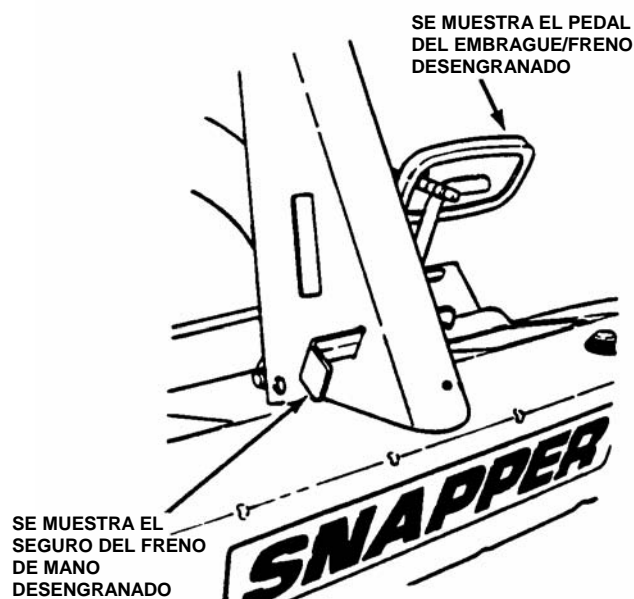

FIGURA 2.17
2. Soltar el freno de mano pisando a fondo el pedal del embrague/freno, el seguro del freno de mano se moverá a la posición DESENGRANADO automáticamente. Vea la figura 2.17.